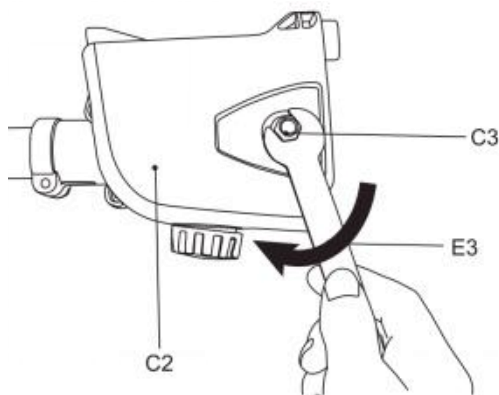

Fig. 12
8) Załóż ponownie pokrywę (C2), zamontuj tylną część pokryw, a następnie przednią, upewniając się, że sworzeń jest na swoim miejscu. Lekko dokręć pozostałą nakrętkę (C3) za pomocą klucza montażowego (E3) (rys. 12). Nie dokręcaj nakrętki całkowicie, ponieważ najpierw należy naciągnąć łańcuch piły.